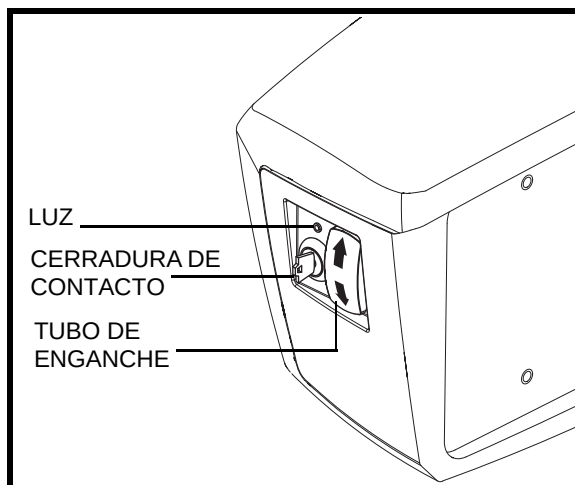

Figura 14. Funcionamiento de la cerradura de contacto y el interruptor
2. Utilice el interruptor de palanca para subir o bajar la plataforma. Ver figura 14.